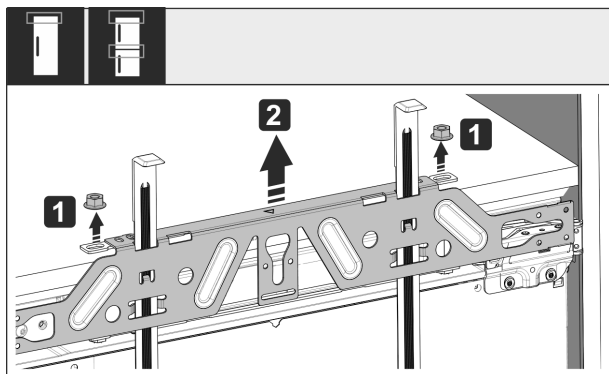

Fig. 55
- ▶ Oldja ki az ellenanyákat Fig. 55 (1).
- ▶ Vegye le a rögzítő kereszt-tartót Fig. 55 (2).